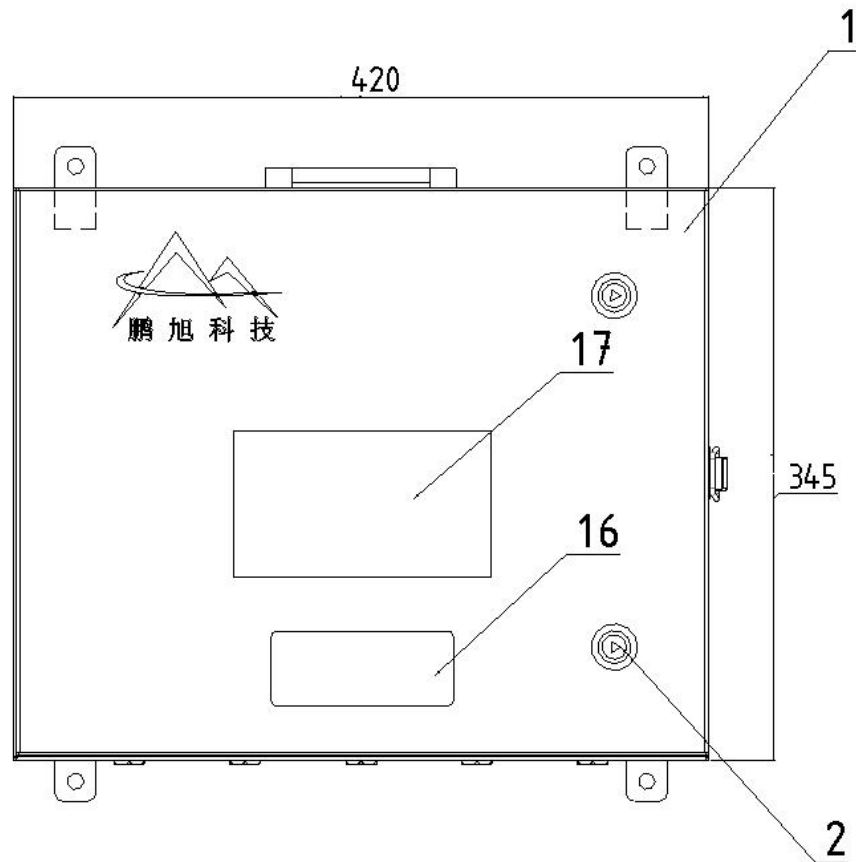

图4 外型尺寸2
4.1 外型尺寸（见图4、图5）：420mm×345mm×154.5mm；